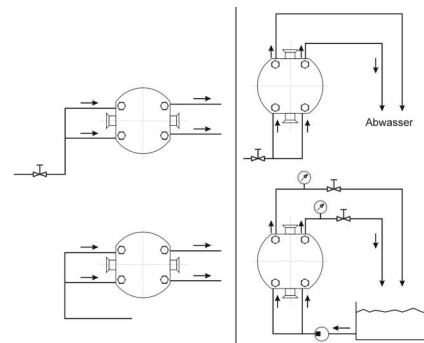

Abb. 3
- Ein offenes Niederdruckspülsystem bei dem das Spülmedium zirkuliert oder verloren geht (siehe Abb. 3). Diese Art des Spülsystems kann wie bei der einfachen wirkenden, gespülten Gleitringdichtung verwendet werden.